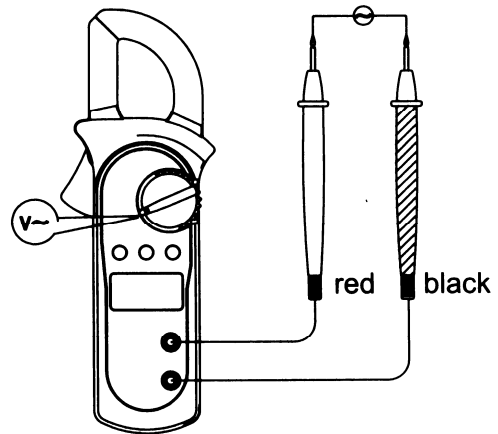

Рис.4
B. Измерение переменного напряжения (рис.4)